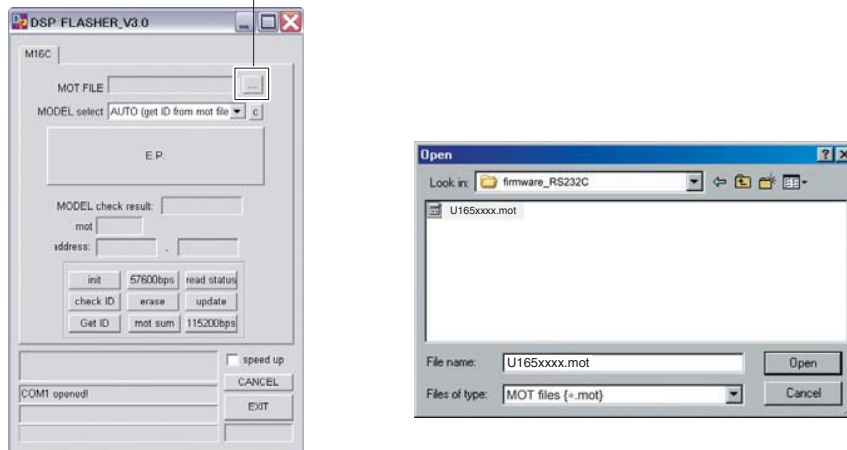

Fig. 2
1. With the power cable of this unit unconnected to the AC outlet, start up DSP_FLASHER_v3.0.exe. The screen appears as shown below. (Fig. 2)
2. Click [...] and select the firmware name. (Fig. 2)
1. 本機の電源コードを AC コンセントに接続していない状態で、DSP_FLASHER_v3.0.exe を起動します。下記の画面が表示されます。(Fig. 2)
2. [...] をクリックし、書き込むファームウェアを選択します。(Fig. 2)